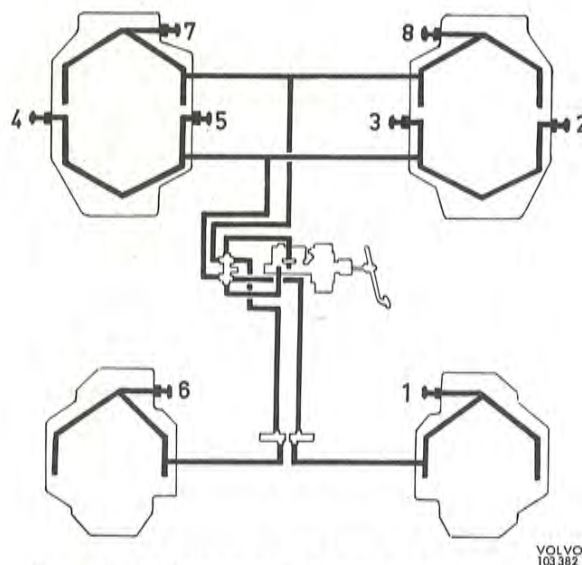
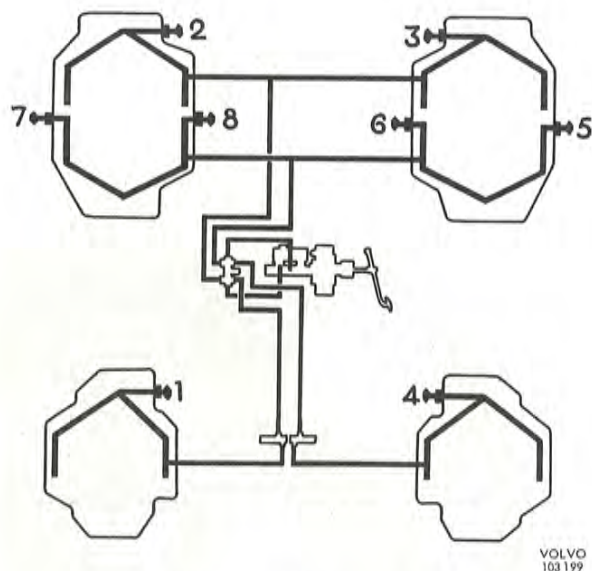

Bild 71. Luftningsföljd, högerstyrd t.o.m. 1970
Bild 70. Luftningsföljd
4. Luftningen skall ske i den ordningsföljd som bild 71 anger för högerstyrd t.o.m. 1970 och bild 70 för övriga. Vid luftningen demonteras skyddshättan och luftningsnyckel ansluts, se bild 72. Låt slangens andra ända hänga ner i ett uppsamlingskärl. Öppna luftningsnippeln högst ett halvt varv. Stäng nippeln när bromsvätska fri från luftblåsor strömmar ut. Se till att läckage inte uppstår mellan nippel och verktyg, vilket kan ge missvisande resultat. Montera tillbaka skyddshättorna på nipplarna.
4. Luftning skall ske i den ordningsföljd som bild 70 respektive 71 anger och på följande sätt. Demontera skyddshätta och sätt ringnyckel och plastslang på luftningsnippeln. Låt rörets öppning hänga ned under ytan i glasflaskan, se bild 73. Öppna luftningsnippeln högst ett halvt varv. Pressa bromspedalen sakta i botten. När pedalen nått botten görs en kort paus varefter pedalen hastigt släpps tillbaka. Detta förfarande upprepas tills bromsvätska fri från luftblåsor strömmar ut. Pressa därefter pedalen i botten och stäng luftningsnippeln. Montera tillbaka skyddshättorna på nipplarna.